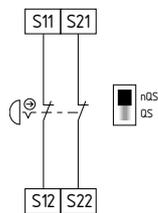

Fig. 9
**Circuito de parada de emergência de dois canais com dispositivos de comando conforme ISO 13850 (EN 418) e IEC 60947-5-5 (ver Fig. 9)**